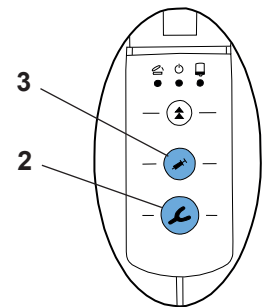

Fig. 8
- Se o operador pressionar um dos botões de alimentação (painel de impressão (2, Fig. 8) ou dispensador (3, Fig. 8) sem selecionar um programa de mistura, o programa **ST** será ativado automaticamente. O LED ao lado do botão **ST** acende.